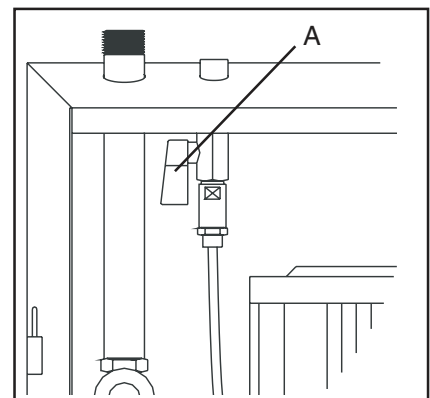

Fig. 17
2. Abra el suministro de aire colocado dentro de la estación principal (véase A, fig 17).
3. Cierre el suministro de aire (A, fig. 17).